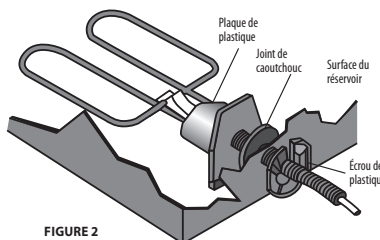

FIGURE 2
- Placez le dégivreur à l'intérieur du réservoir. Laissez-le se poser au fond du réservoir. Le joint de caoutchouc devrait pouvoir être placé entre la surface intérieure du réservoir et la plaque de plastique du boîtier du réchauffeur (Voir la figure 2).
- Serrez l'écrou sur la tige fileté du boîtier du réchauffeur et contre la surface extérieure du réservoir. Placez l'écrou pour que l'anneau surélevé s'insère complètement dans le trou de drainage du réservoir (voir les figures 2 et 5). Cela n'est nécessaire que si vous avez déterminé que cet anneau est d'un diamètre plus petit que l'ouverture de drainage de votre réservoir, comme vérifié lors de l'étape 2. Cela permettra de stabiliser votre dégivreur.